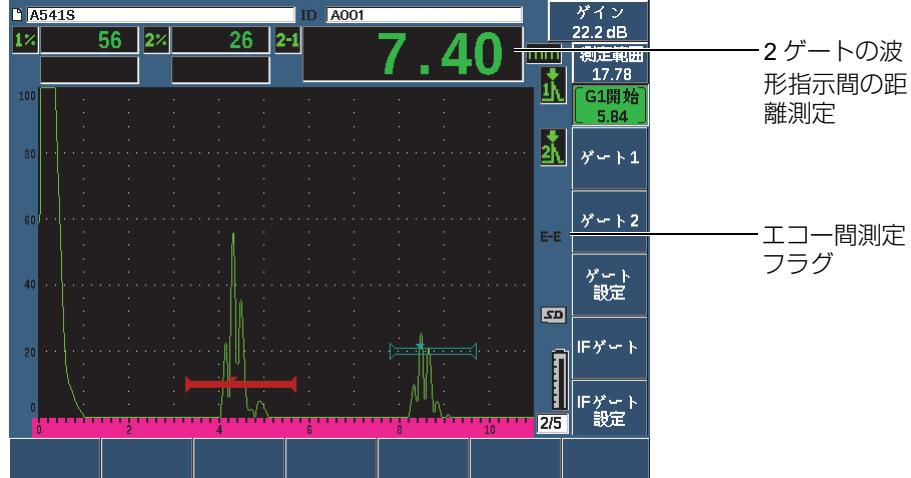

図 7-7 エコー間測定の例
2. 143 ページの図 7-7 の例にあるように、ゲート 1 を最初の検出エコーの上に配置し、ゲート 2 を 2 番目のエコーの上に配置します。